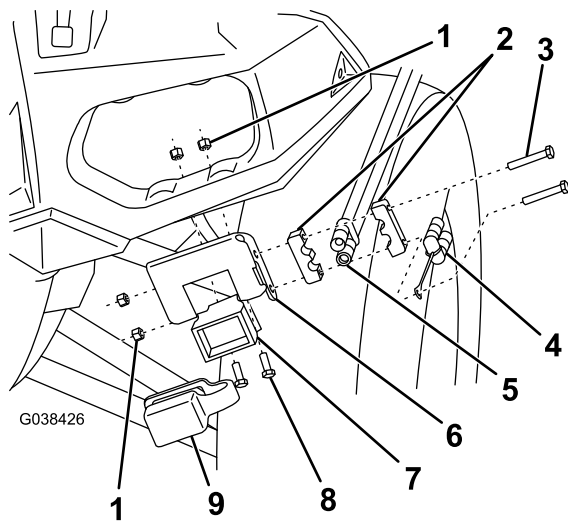

Figure 8
- Montez le connecteur du chasse-neige du faisceau de câblage, côté véhicule, sur le côté gauche du pare-chocs avant à l'aide du support de montage du faisceau de commande et de 2 vis et écrous autobloquants (Figure 8).
3. Reliez le connecteur d'alimentation/de masse au support de montage du faisceau de commande (Figure 8).